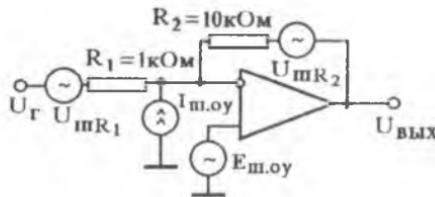

Рисунок 13 – Схема инвертирующего усилителя на ОУ с источниками шумов
1) Источниками шумов в схеме являются шумовые токи и напряжения ОУ, а так же шумы сопротивлений  $R_1$  и  $R_2$  (рисунок 13). (В ряде случаев шумами резисторов не обоснованно пренебрегают, что, как будет показано ниже, делать нельзя).